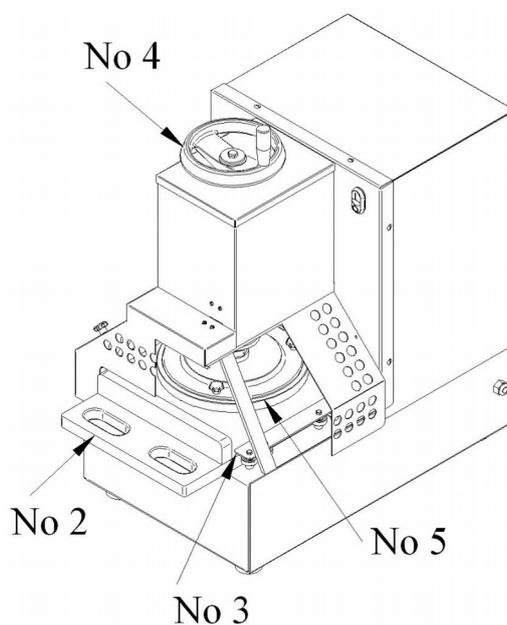

Рисунок 2
2. Установите пластиковую подставку (Рисунок 2, № 2) между направляющими на рабочей поверхности машины (Рисунок 2, № 3).
6. Если бифштекс недостаточно тонкий, отрегулируйте цилиндр прессы вращая ручной руль-регулятор по часовой стрелке (Рисунок 2, № 4). Если бифштекс слишком тонкий, поверните руль против часовой стрелки.
8. Ни в коем случае нельзя работать на машине без деталей, обеспечивающих безопасность работы. Запрещается поставлять руки под цилиндр прессы (Рисунок 2, № 5).